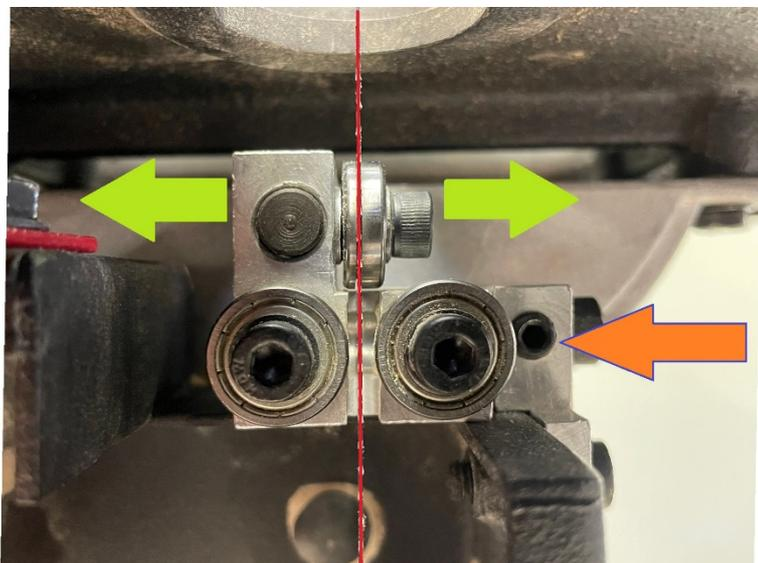

Figure 15
- Déplacer latéralement le guide de manière à ce que la rainure de gauche soit alignée au ruban (Fig 15)
- Si nécessaire, déplacer le guide vers la lame. (Fig 15)